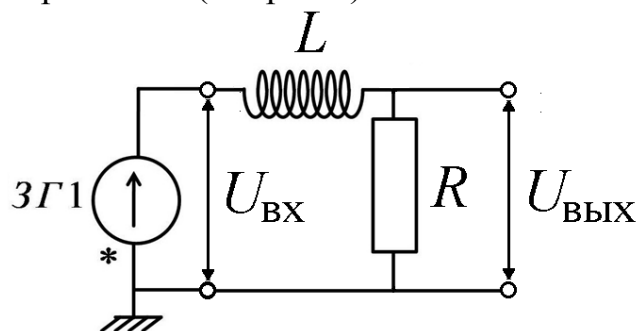

Рис.3. RL – цепь, подключенная к генератору гармонического напряжения $3\Gamma 1$
Рассмотрим схему, в которой цепь, из последовательно соединённых катушки индуктивности и резистора (RL – цепь) подключена к генератору гармонического напряжения (см. рис.3).
Для RL -цепи, изображенной на рис. 3, зависимости тока и ЭДС генератора от времени изображены на рис. 5.
Напряжение на резисторе в схеме на рис. 3 по фазе совпадает с током цепи, а ЭДС генератора совпадает с входным напряжением цепи. Поэтому зависимости от времени входного и выходного напряжений (см. уравнения (14)б (15)) имеют вид, подобный изображенному на рис.5. Если обе синусоиды вывести одновременно на экран осциллографа, то фазовый сдвиг можно измерить по временному сдвигу Δt (см. рис. 5). Колебания, отстающие по фазе на φ отстают по времени на $\Delta t = \frac{\varphi}{\omega}$. Следовательно, измерив сдвиг по времени Δt и период колебаний T , можно рассчитать фазовый сдвиг по формуле
Подадим на горизонтальные пластины осциллографа сигнал, пропорциональный входному напряжению схемы рис.3: